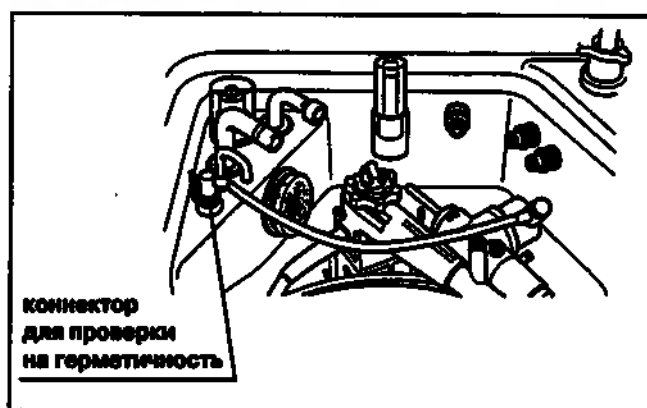

Рис. 5.5
4. Коннектор на металлическом конце воздушной трубки течеискателя присоедините к вентиляционному коннектору эндоскопа (в случае видеоскопа присоедините к вентиляционному коннектору на водонепроницаемом колпачке видеоскопа) и поверните воздушную трубку течеискателя по часовой стрелки для присоединения (см. рис. 5.5).